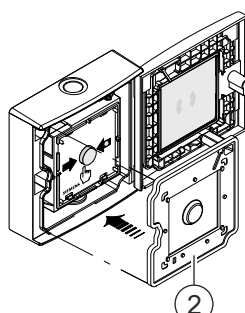

Fig. 3
1. Place the additional seal (Fig. 3, optional) over the switching unit (protection category IP65).
1. Zusätzlich Dichtung (Fig. 3, Option) über Schaltungseinsatz einlegen (Schutzart IP65).
1. Poser la garniture d'étanchéité supplémentaire (fig. 3, option) sur l'unité de commutation (type de protection IP65).